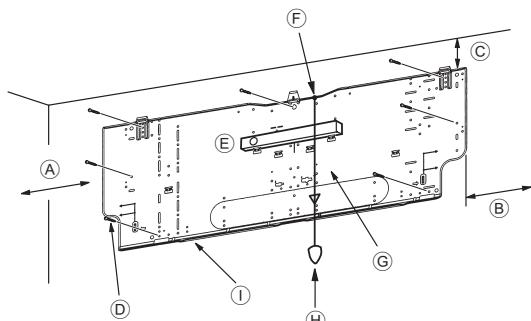
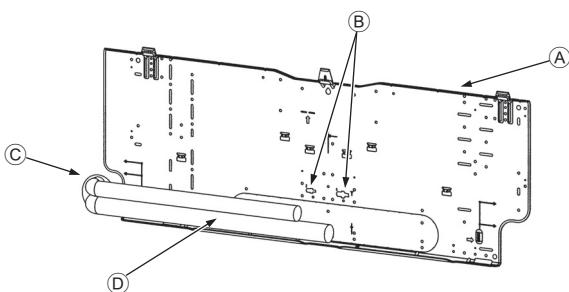

Fig. 3-4
Fig. 3-5
■ PKFY-P-VKM-E (Fig. 3-4)
- (A) Min. 120 mm (617,6 mm minimum avec installation d'une pompe de vidange en option)
- (B) Min. 220 mm
- (C) Min. 70 mm (130 mm minimum avec tuyauterie gauche, arrière gauche ou gauche inférieure et installation d'une pompe de vidange en option)
- (D) Vis de fixation (4 x 25) ②
- (E) Niveau
- (F) Serrer le filetage sur l'orifice.
- (G) Placer le niveau contre la ligne de référence horizontale de la planche d'installation et monter à niveau. Maintenir le filetage et aligner avec ▽ EPK de la planche d'installation pour mettre à niveau.
- (H) Poids
- (I) Planche d'installation ①
3.3. Lors de l'insertion des tuyaux dans le mur (Fig. 3-5)
- (A) Planche d'installation ①
- (B) Marquage de référence des raccords évasés
- (C) Orifice passant
- (D) Tuyauterie sur site